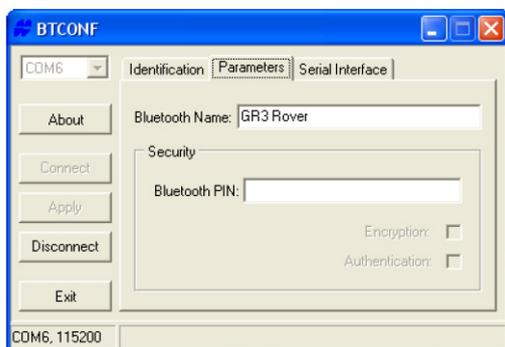

Figura 2-22. Scheda Parameters di BTCONF
5. Fare clic sulla scheda **Parameters** (Figura 2-22). La scheda Parameters consente di impostare informazioni di identificazione e protezione per il modulo Bluetooth. La sezione relativa alla protezione consente di impostare i parametri di protezione dei dati e di accesso non autorizzato per il modulo Bluetooth.
6. Immettere un numero massimo di 14 caratteri per impostare un nome univoco per il modulo Bluetooth (Figura 2-22), quindi fare clic su **Apply**.